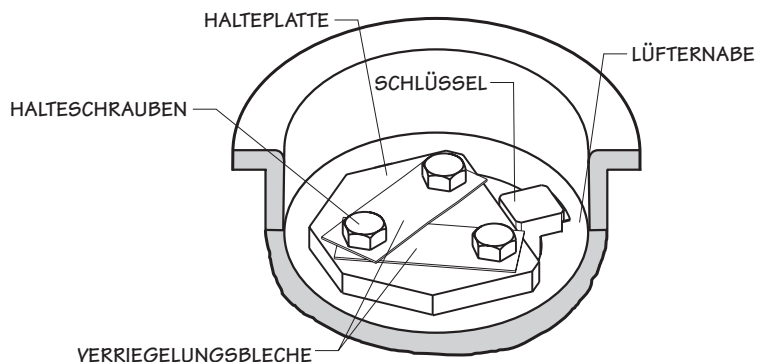

Bild 3.
- 4–**Bild 3** illustriert die korrekte Installation der Halteplatte und der Befestigungsteile. Das Design der Halteplatte erlaubt die Aufnahme des Lüfterwellen-Schlüssels. Wenn sie korrekt installiert ist, überragt oder beeinträchtigt sie den Schlüssel in keinsten Weise. Ziehen Sie die Halteschrauben mit einem Drehmoment von 95 Nm an und klappen Sie die Ecken der Verriegelungsbleche nach oben, um das Lösen der Schrauben zu verhindern.